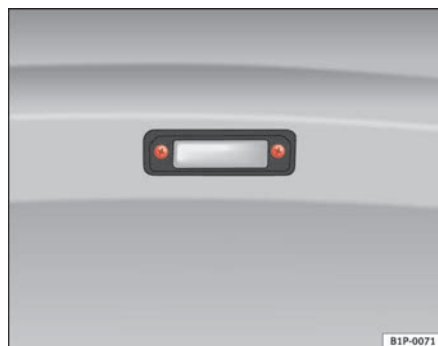

Fig. 172 Luz matrícula
- Para retirar la tulipa, desenrosque los tornillos ⇒ fig. 172.